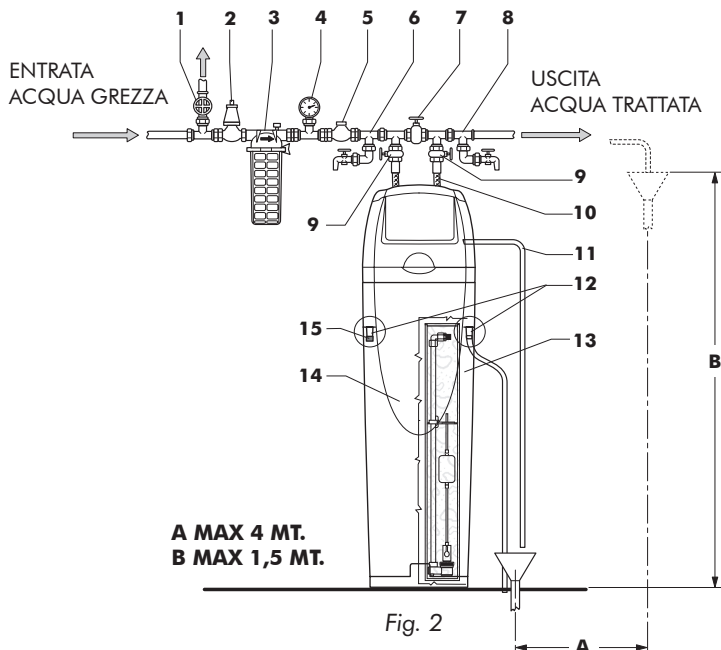

Fig. 2
- Allacciare idraulicamente come da schema Fig. 2, collegando l'entrata acqua dura e l'uscita acqua addolcita così come indicano le frecce sulla valvola.
- Eseguire il collegamento allo scarico posto nella parte posteriore dell'apparecchio (vedi Fig. 2).
- Il tubo di scarico deve essere visibile ed ispezionabile. È necessario prevedere l'interruzione del tubo di scarico ed il pozzetto a imbuto di raccolta scarico (vedi Fig. 2).
- Il tubo di scarico non può essere allungato oltre mt. 4 e non deve creare apprezzabili limitazioni di portata (vedi Fig. 2).
- Collegare anche il troppo pieno ad una delle due predisposizioni poste nella parte posteriore del cabinato, inserendo il tubo in uno e tappando con l'apposito tappino quello non utilizzato (vedi fig.2 pos.12 e 15).
- 2 Mantenere aperto il by-pass manuale (vedi Fig.2 pos.7 pag.6)